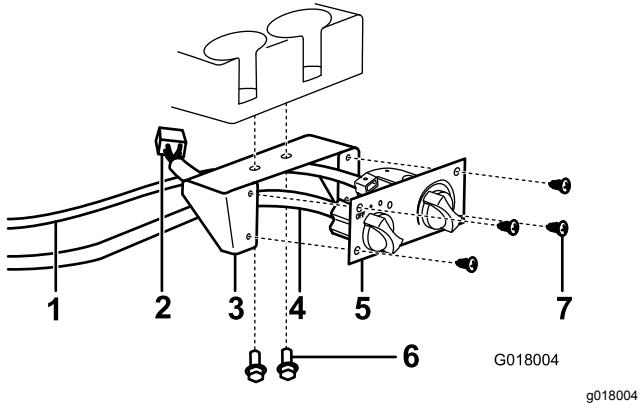

Bild 23
5. Befestigen Sie die Halterung für die Heizungssteuerung am Armaturenbrett unter den Getränkehältern mit zwei Bundkopschrauben und Muttern (Bild 23).
6. Verbinden Sie das Heizungssteuerkabel und den schwarzen Kabelbaumverbinder mit der Heizungssteuerung und den weißen Kabelbaumverbinder mit der Heizung (Bild 23).
7. Befestigen Sie das Heizungsbedienelement mit vier Blechschräuben an der Aufnahme für das Heizungsbedienelement (Bild 23).